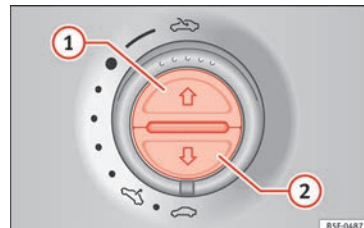

Fig. 138 Dans le ciel de pavillon : touches du store pare-soleil.
Ouvrir entièrement (fonction automatique)	Appuyez brièvement sur la touche » fig. 138 ①.
pincement, appuyez sur la touche »  fig. 138  jusqu'à ce que le store soit complètement fermé.